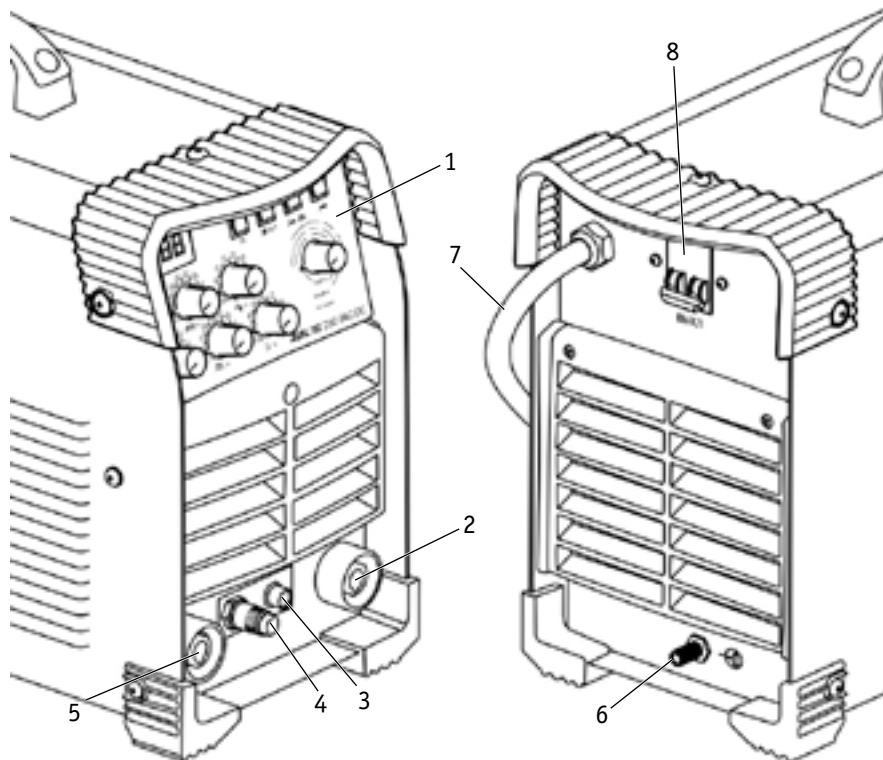

Рис. 6.1. Вид спереди и сзади.
4. Вставьте силовой наконечник горелки в панельную розетку со знаком «-» (п. 5, рис. 6.1) на передней панели аппарата, поверните его до упора по часовой стрелке, убедитесь в плотной фиксации соединения.
5. Подключите разъем подвода газа горелки в соответствующий разъем на передней панели аппарата (п. 4, рис. 6.1).
6. Подключите 5-pin разъем горелки к соответствующему разъему на передней панели аппарата (п. 3, рис. 6.1).